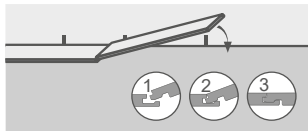
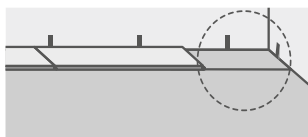

Рисунок 6
Рисунок 7
- 11.6 Соединить последовательно планки первого ряда, для этого гребень торцевого замка укладываемой планки вставить в паз торцевого замка уже уложенной планки под углом сверху вниз и опустить планку к основанию, слегка надавливая на торцевую сторону планки (см. Рисунок 6). Завершающую планку первого ряда уменьшить до необходимой длины (см. Рисунок 7 и п.11.13) и уложить, как описано выше. Контролировать отсутствие сдвига планок относительно друг друга. Установить распорные клинья между планками и стеной. При необходимости осуществить подбивку планок с помощью монтажной скобы и/или подбивочного бруска и молотка.
11.11.1 Соединить последовательно планки нового ряда. Для этого гребень торцевого замка укладываемой планки вставить в паз торцевого замка уже уложенной планки под углом сверху вниз и опустить планку к основанию, слегка надавливая на торцевую сторону планки. Завершающую планку ряда уменьшить до необходимой длины (см. Рисунок 7 и п.11.13) и уложить, как описано выше. Контролировать отсутствие сдвига планок относительно друг друга.